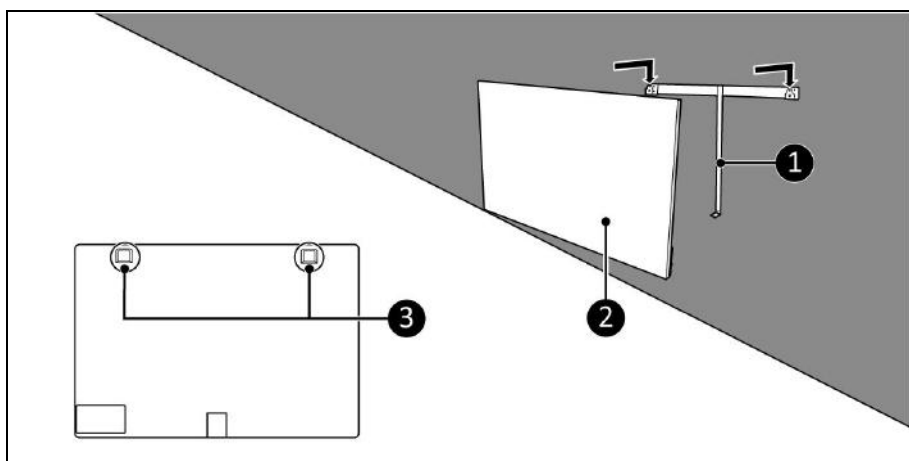

Figura 8
8. Așezați suporturile dispozitivului (Figura 8, poziția 3) peste suportul de perete (Figura 8, poziția 1).
9. Glisați dispozitivul (Figura 8, poziția 2) în orificiile suportului de perete.